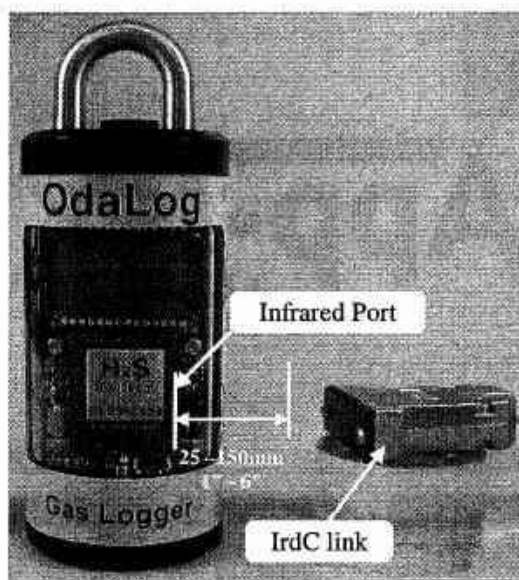

Figure 1
4. 通信のテストができるメインの画面に戻ります。このためには、pg 10 の図 1 に示すように "LINK label"（右側）を IrdC に向けて、OdaLog 赤外線ポートの前に直接置いてください。
OdaLog を “IrdC” モードにした後、接続を開始するために Fig1 に示す位置に戻してください。